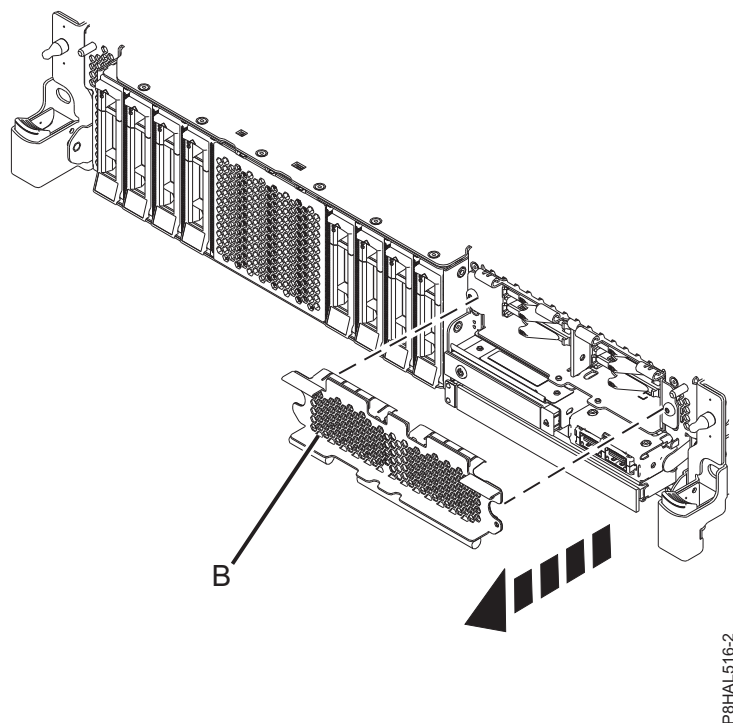

Figura 25. Extracció de la coberta del receptacle de l'SSD per accedir a les ranures en un sistema de funció expandida
15. Per accedir a les ranures de l'SSD, traieu la placa perforada (**B**) que tapa el receptacle de l'SSD tal com es mostra a la Figura 25 a la pàgina 28.